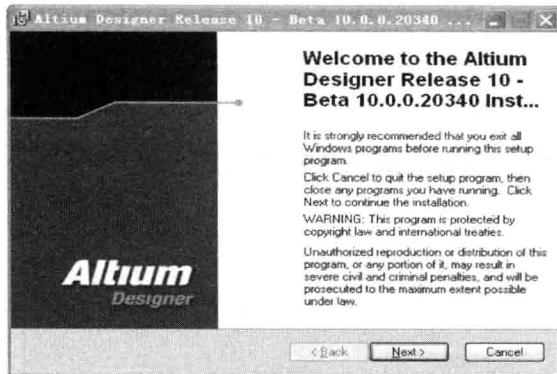

图 1-1 安装向导欢迎窗口
- (1) 将软件安装盘放入计算机光盘驱动器中，进入安装界面。单击“Install Altium Designer”，显示如图 1-1 所示的安装向导欢迎窗口。